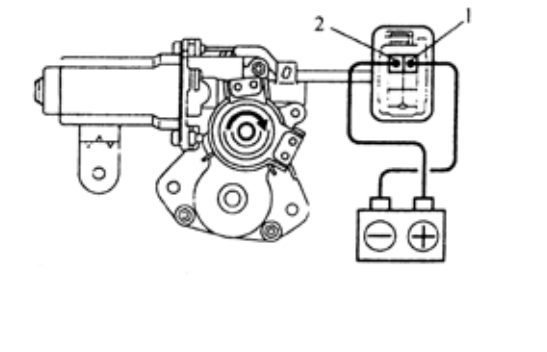

图 9-207
1)把蓄电池正极(+)与端子 2 连接，负极(-)与端子 1 连接，检查电机是否顺时针转动(电机转向关闭的一边)。如图 9-207 所示。